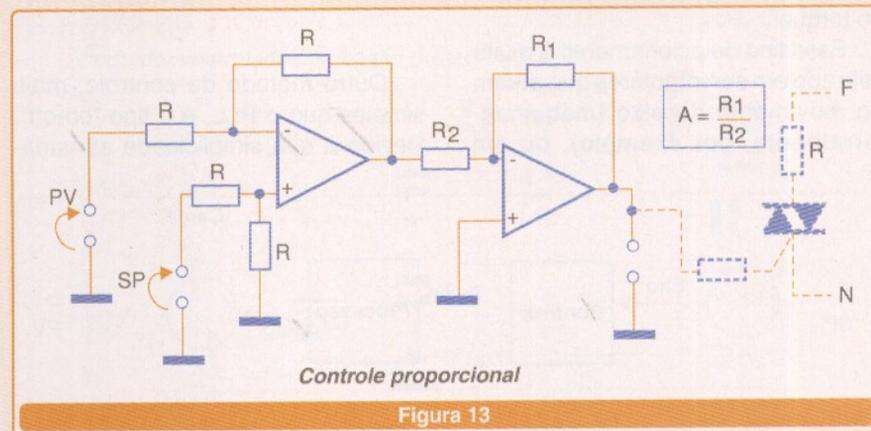

Figura 13
Através de um circuito de diferença e um amplificador linear. A **figura 13** mostra o modo clássico utilizando dois amplificadores operacionais. O primeiro deles faz a diferença entre o valor real e o desejado, que, então, é amplificada pelo segundo AO. Embora não esteja na figura, o sistema é fechado, isto é, o sinal do termistor informa o valor real (PV) através da entrada inversora do primeiro operacional.